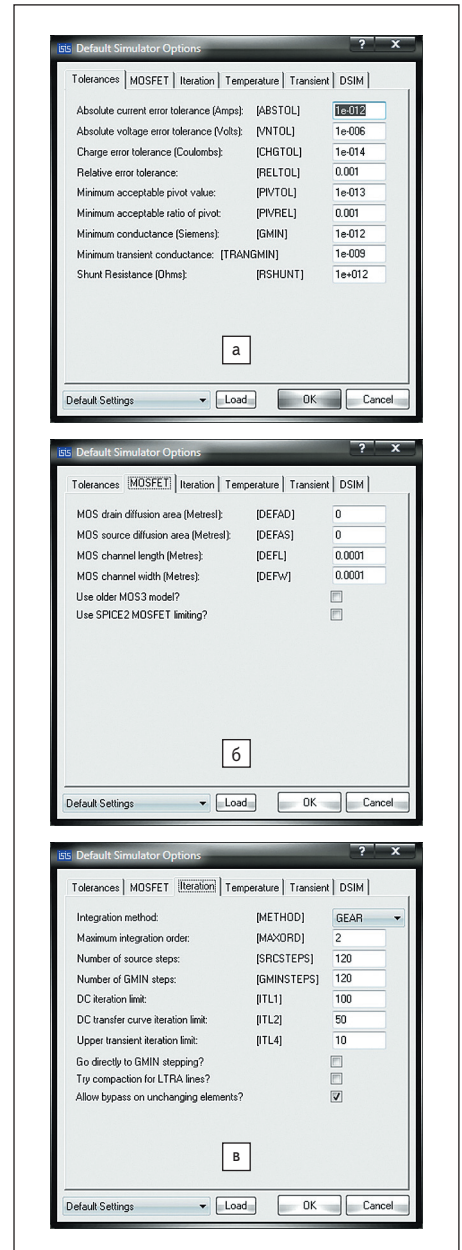

Рис. 11. Окно Default Simulator Options:
3. Вкладка **Iteration** (рис. 11в):